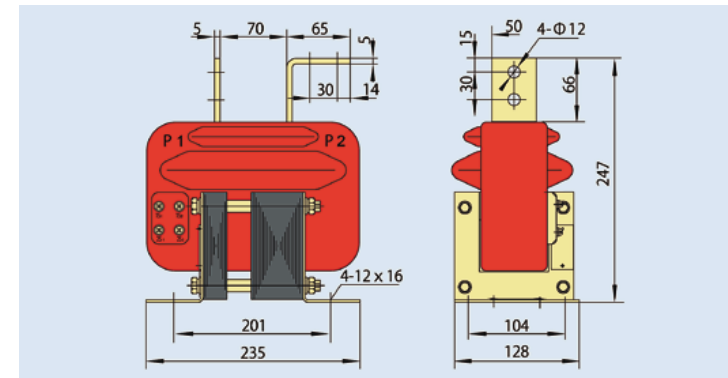

Рис. 6.1 Внешний вид и размеры трансформатора тока LZJC-10 5~300 А
6.1 Внешний вид и размеры трансформатора тока LZJC-10 5~300 А (см. рис. 6.1)